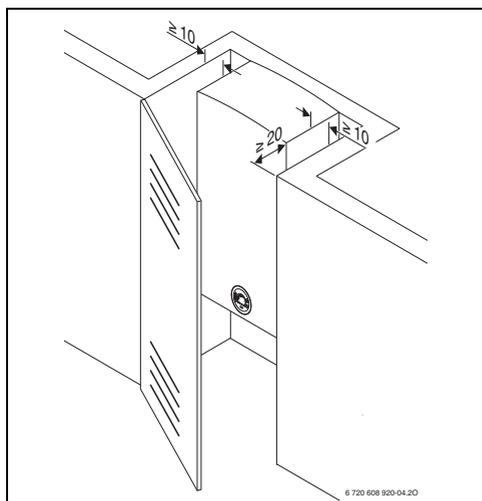

Fig. 15 Distances minimales
- ▶ Respecter les précautions minimales d'installation indiquées à la Fig. 15 .
- ▶ Assurer un accès aisé pour les travaux de maintenance et d'entretien, en respectant les distances minimales (Fig. 15).